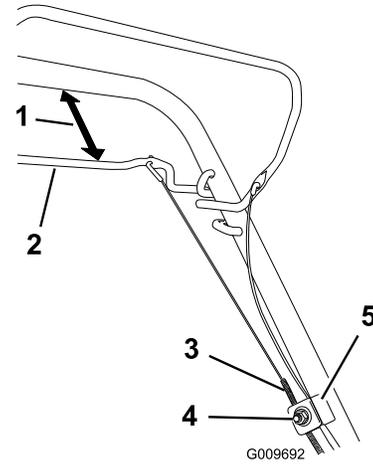

Bild 27
1. Lösen Sie die Kabelstützenmutter (Bild 27).
2. Halten Sie den Selbstantriebsbügel 25 mm bis 38 mm vom Holm entfernt (Bild 27).
3. Ziehen Sie den Kabelmantel (zur Maschine), bis das Kabel stramm ist (Bild 27).